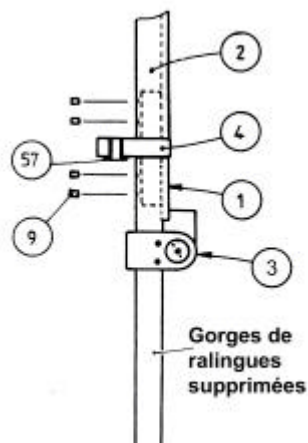

Fig.2
III 4 a - Assembler les profils de guindant (1 et 2) en commençant par le profil inférieur de longueur 0.60 m (1) qui comporte le guide ralingue (3). La partie basse de ce profil (1) est identifiable parce que les gorges de ralingue ont été supprimées (voir fig.2).